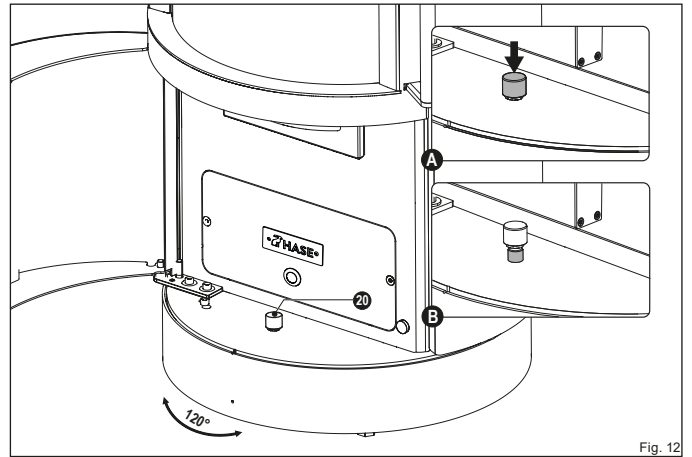

Fig. 12
Le bouton (18) de la console rotative est en position verrouillée à la livraison (Fig. 12) :
- **Appuyez sur le bouton (20) pour libérer le verrouillage (Section A).**
- ✓ **Lorsque vous avez atteint le réglage souhaité, appuyez à nouveau sur le bouton (20) pour verrouiller à nouveau la console rotative.**
Le poêle a un angle de rotation maximal de 120 degrés (Fig. 12).